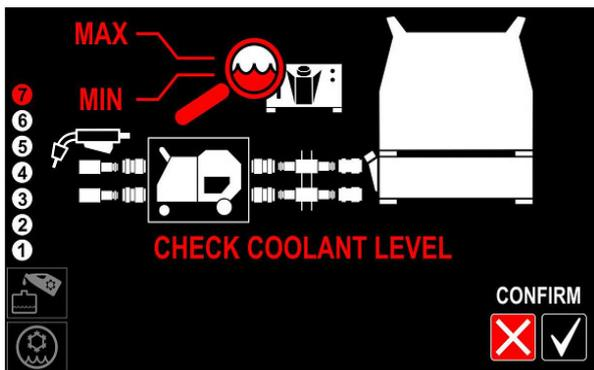

Figura 20
- Verifique o nível do líquido de refrigeração e adicione mais, se necessário, de modo a alcançar o nível entre as marcas de mínimo e de máximo, presentes na etiqueta na frente do **COOL ARC® 60** (Figura 20 ou 28).